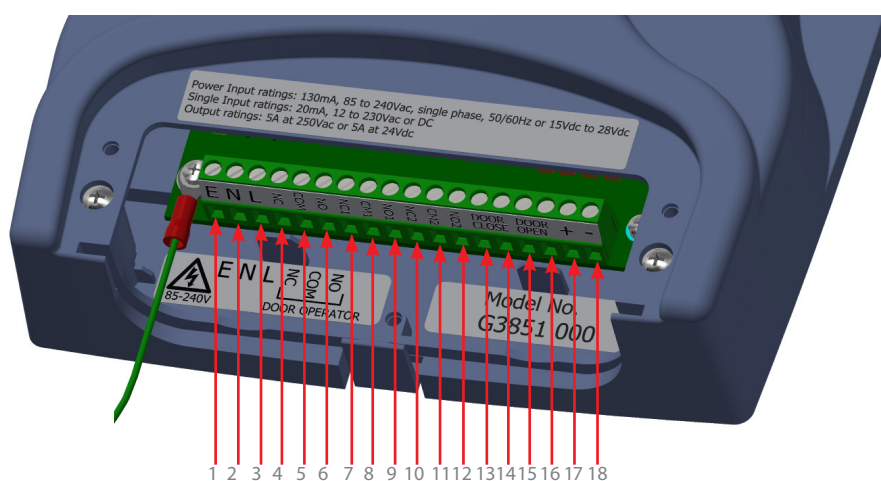

Fig 3: Instalación
2. Conecte el controlador al suministro de corriente y a las entradas (véase Fig 3 debajo)